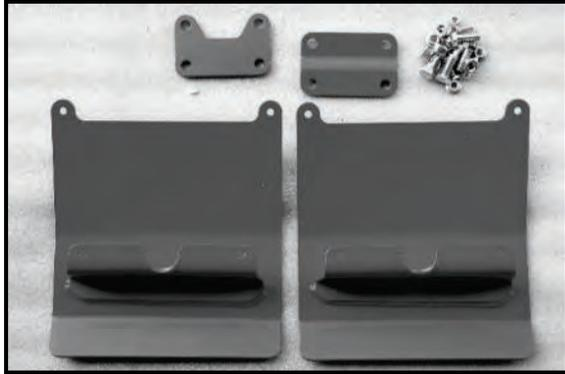

Fig. 15 Dispositivo de corte alto
**Referencia: 712 887 0000 (Fig. 15)**